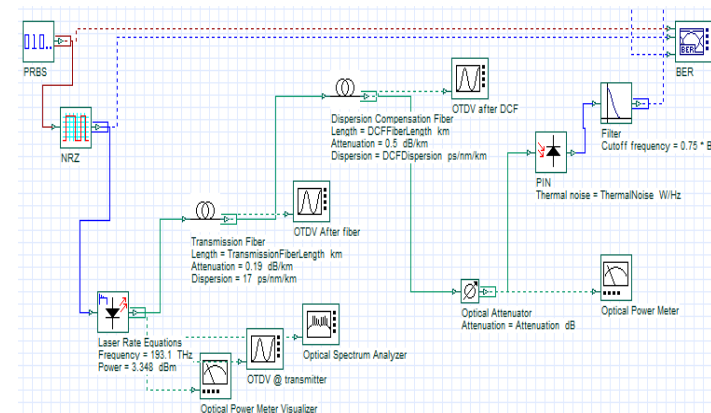

Рисунок 5.1. - Схема модели
4.2. Изучите схему модели. Модель, рисунок 5.1, состоит из: